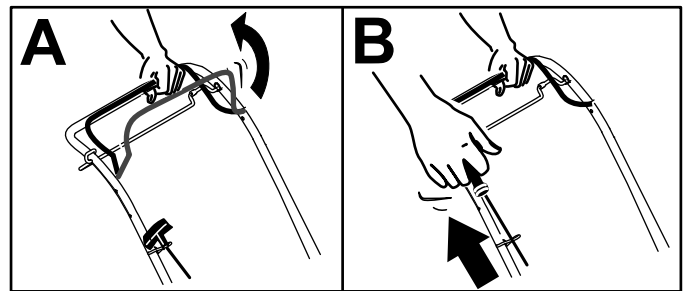

Рисунок 11
1. Удерживайте штангу управления ножом прижатой к рукоятке (вид А на Рисунок 11).
2. Потяните рукоятку ручного стартера (вид В на Рисунок 11).